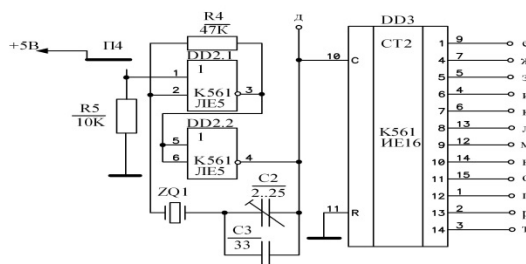

Рис. 4.6. Схема генератора с кварцевой стабилизацией частоты
Для получения высокостабильной частоты применяют генераторы с кварцевыми резонаторами, обычно это высокочастотные генераторы, и часто для получения необходимого значения выходной частоты генератора используют счетчики, играющие роль делителей частоты. Схема генератора с кварцевым резонатором ZQ1, выполняющим функцию стабилизации частоты, представлена на рис. 4.6.
2) Подключить осциллограф первым каналом к точке «г», вторым – к точке «а» генератора и включить автоматическую установку развертки на цифровом осциллографе, убедиться в работоспособности генератора, определить точки привязки лучей по напряжению и времени, зарисовать эпюры напряжений на генераторе (см. рис. 4.6) в точках «а», «б», «в» относительно точки «г».